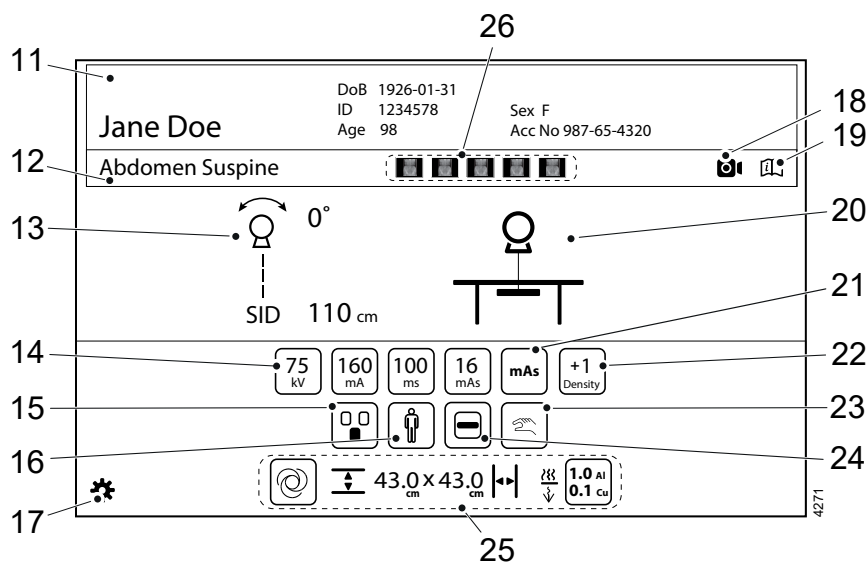

Fig. 3-2
10. Afficher l'interface utilisateur, voir Fig. 3-2